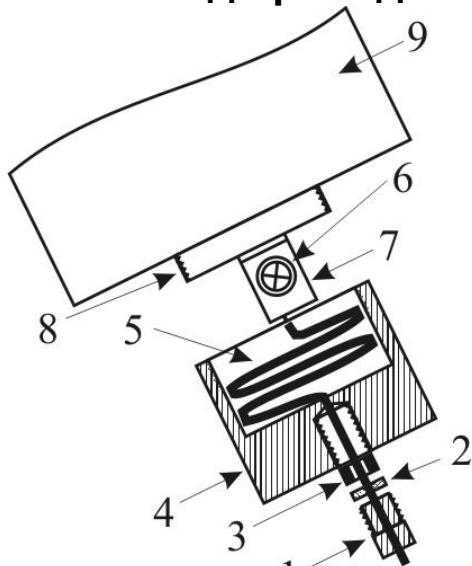

Рис. 10.22
10.4.1 Подготовку и ввод ВП и НП в блоки произвести, руководствуясь рис.10.22. Конец провода (ВП или НП) на 10 мм освободить от изолирующего слоя, скрутить жилы и опаять. Выкрутить гайку втулку 1 (БПРД или БПРМ), извлечь коническую шайбу 2 и резиновую втулку 3, отвернуть защитный колпачок 4. Извлеченные детали установить на провод 5 в указанном на рисунке порядке. Допускается не устанавливать коническую шайбу и резиновую втулку. Вывернуть на несколько оборотов винт 6 контакта ВП (НП) 7 прижимная шайба при этом должна отодвинуться от поверхности контакта, освободив место для облуженной части провода 5. Завести облуженную часть провода 5 в отверстие под шайбу контакта 7. Удерживая провод 5, закрепить его с помощью винта 6, нанести смазку на защищенные части ВП и НП, винты и шайбы, при помощи которых крепятся ВП и НП, уложить излишки провода спиралью в защитный колпачок как показано на рисунке и завернуть его до упора. Завести резиновую втулку 3 и шайбу 2 в отверстие защитного колпачка, пропустить излишки провода в отверстие защитного колпачка 4. Закрыть колпачки 4 и завернуть гайку-втулку 1 до упора.